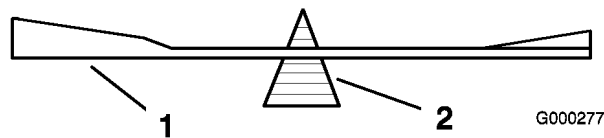
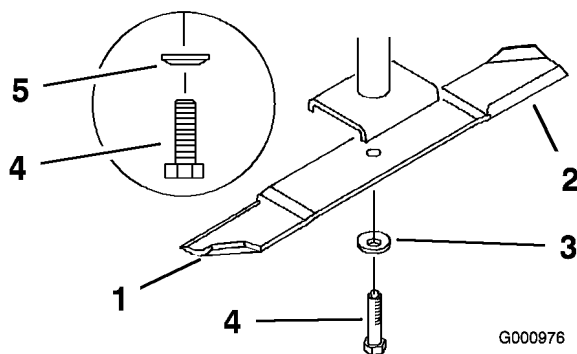

Figura 84
Figura 85
2. Retire del eje el perno de la cuchilla, la arandela de muelle y la cuchilla (Figura 85).
2. Verifique el equilibrio de la cuchilla colocándola sobre un equilibrador de cuchillas (Figura 84). Si la cuchilla se mantiene horizontal, está equilibrada y puede utilizarse. Si la cuchilla no está equilibrada, rebaje algo el metal en la parte de la vela solamente (Figura 85). Repita este procedimiento hasta que la cuchilla esté equilibrada.
1. Instale la cuchilla en el eje (Figura 85).
2. Instale la arandela de muelle y el perno de la cuchilla. El cono de la arandela de muelle debe estar orientado hacia la cabeza del perno (Figura 85). Apriete el perno de la cuchilla a 115-150 Nm.